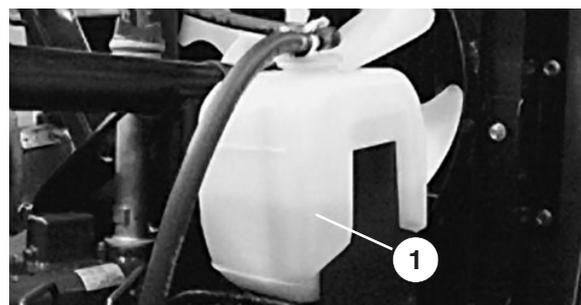

Bild 32
Der Kühlmittelstand im Ausdehnungstank (Bild 32) sollte zwischen den Marken an der Tankseite sein.
2. Bei einwandfreier Spannung lässt sich der Riemen 10 mm durchbiegen, wenn eine Kraft von 4,5 kg auf halbem Weg zwischen den Riemenscheiben angesetzt wird (Bild 32).